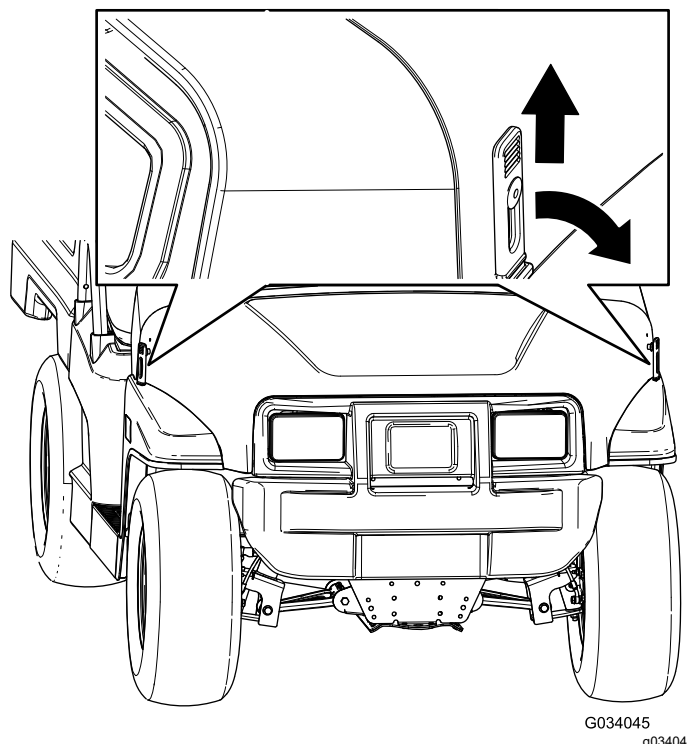

Figura 25
2. Sujete el capó alineando los cierres de goma con los anclajes situados en cada lado del capó (Figura 25).
1. Tire hacia arriba de los cierres de goma de cada lado del capó (Figura 25).